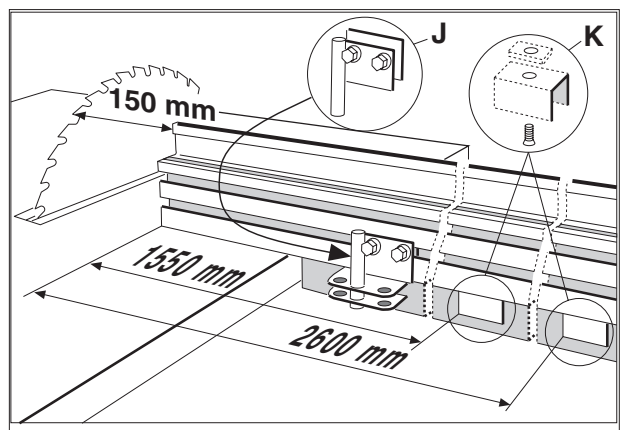

Fig. 12
- Monter to braketter **K** som vist i *fig. 12* ved å skyve mutteren inn i aluminiumsprofilen. Vær nøye med at brakettene monteres midt i sporet, henholdsvis **1550** og **2600 mm** fra enden nærmest sagen, slik at anholdet ikke bøyes ved montering.
- Monter braketten **J** som vist i *fig. 12* ved å skyve mutteren inn i aluminiumsprofilen. Monter anholdet på det faste rullebordet ved å senke anholdet ned på sidevangen. For at målebåndet skal vise riktig stilles sagbladet i kappstilling **0°**, og avstanden mellom sagbladets tenner og anholdet justeres til **150 mm**. Brakettens skruer trekkes til. Bruk materialstopperen og kontroller at innstillingen er riktig ved å foreta en prøve-kapping.